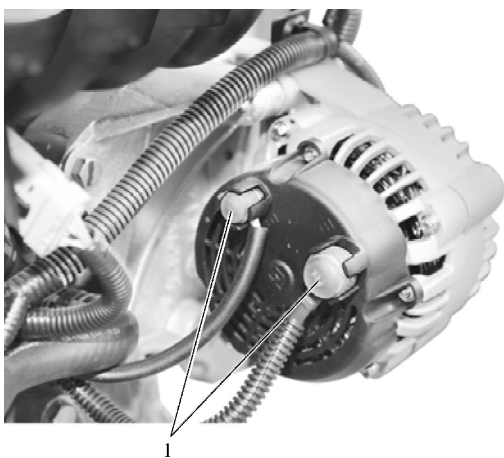

图 25-9 拆卸线束护套
- 10) 拆卸线束护套 1,如图 25-9 所示。
- 25) 安装护套 1, 如图 25-9 所示。